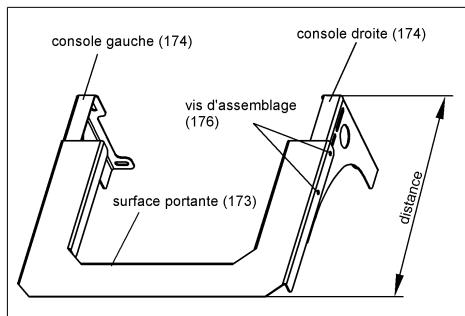

Fig. 9 : Support mural
Déterminer la distance entre la face avant de l'appareil jusqu'au mur et visser ensemble les deux consoles (174) avec la surface portante (173) selon cette dimension (cf. fig. 9).